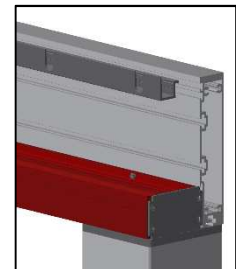

Abbildung 42
- » Regenrinne mit Bohrschraube (6) am Längsprofil an den vorgebohrten Stellen verschrauben (Abbildung 42)